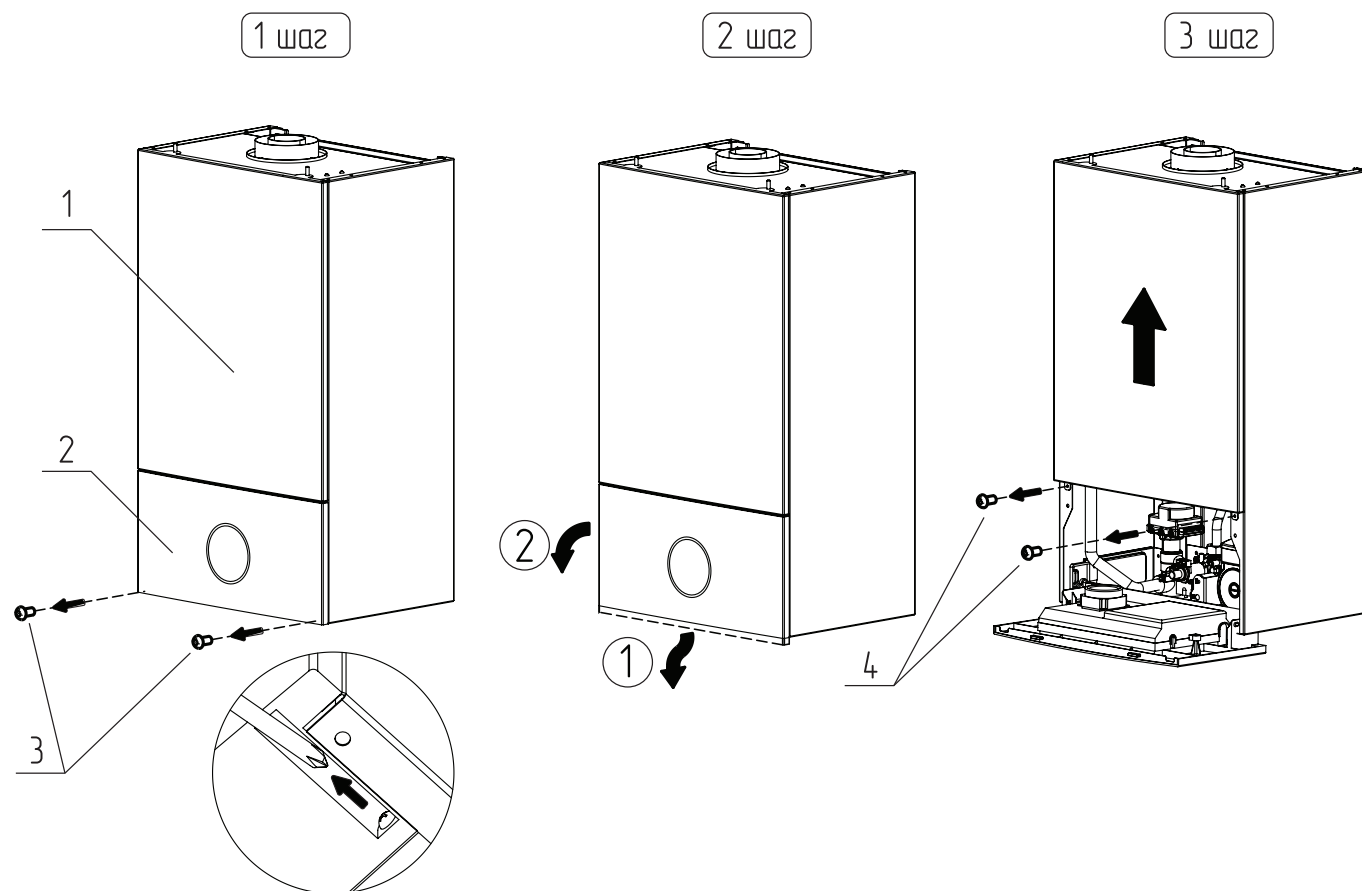

Рис. 17 Открытие крышки котла, доступ к коммутации панели управления
1. Отвинтите 2 винта (**Рис. 17, поз.3**) в нижней части панели управления (**Рис. 17, поз.2**);
3. Отвинтите винты фиксации передней крышки (**Рис. 17, поз.4**) и потяните крышку для снятия.